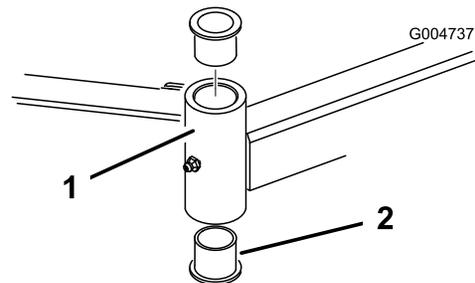

Figure 28
4. Insérez un chasse-goupille dans le haut ou le bas du tube de montage et chassez la bague hors du tube (Figure 28). Chassez ensuite l'autre bague. Nettoyez l'intérieur des tubes de montage.